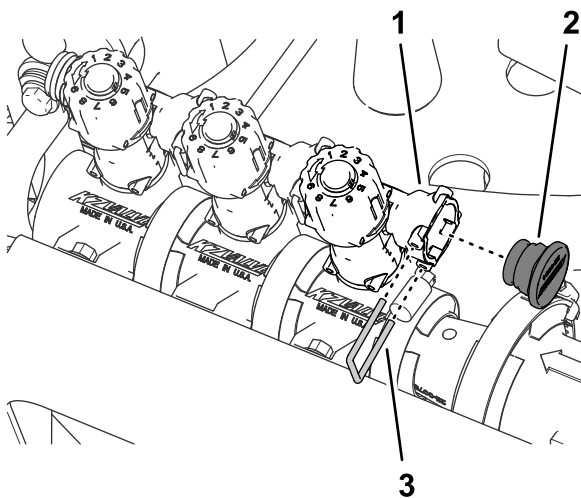

Figura 67
8. Montate il tappo nella presa ad attacco rapido della valvola di bypass (**Figura 67**).
9. Fissate il tappo alla presa ad attacco rapido con il fermo che avete rimosso al passaggio 3 (Figura 67).